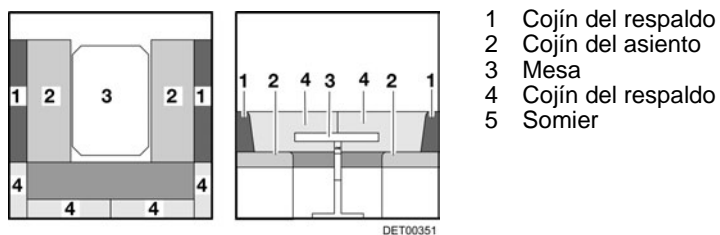

Fig. 94 Antes de la transformación
- Transformar la mesa (Fig. 94,3) en base de cama (véase apartado 7.7).